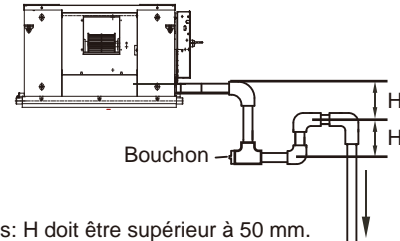

Figure 5.3 Schéma du siphon de stockage d'eau
- (1) Pour la tuyauterie de condensat raccordée au bac d'évacuation principal de l'unité intérieure, la tuyauterie d'évacuation de l'eau doit comporter un siphon de stockage de l'eau pour éviter que la pression de charge ne s'accumule et ne provoque une mauvaise évacuation de l'eau, des fuites d'eau ou l'évacuation d'eau du bac de condensat lorsque l'unité intérieure est en service.
- (2) Dans un scénario où l'unité intérieure fonctionne en continu pendant de longues périodes de temps (48 heures ou plus), en fonctionnement continu ou lorsque l'humidité relative de l'air est de 85 % ou plus, raccorder le tuyau d'évacuation d'eau du bac de vidange secondaire au tuyau principal et installer ensuite le siphon de stockage. Installer un piège à eau comme illustré à la figure 5.3. Installez l'appareil de manière à ce qu'il soit facile à nettoyer.